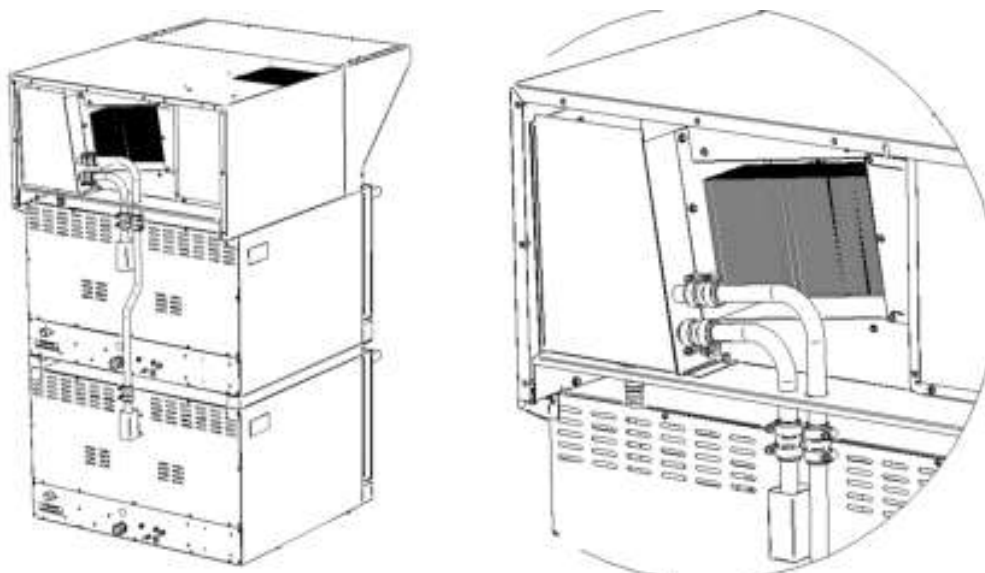

Рисунок 9
10.3. Совместить трубку из комплекта соединителя конвекционных печей КСП-4 (верхний) с верхней трубой пароконденсатора зонта, установив между ними соединитель ЗВВ-4-6/4П.03.00.007 с двумя патрубками ПА6-11ПМ.1626.00.03.003 и стянуть хомутами 20-32 KOVOPOC из комплекта (см Рисунок 9);